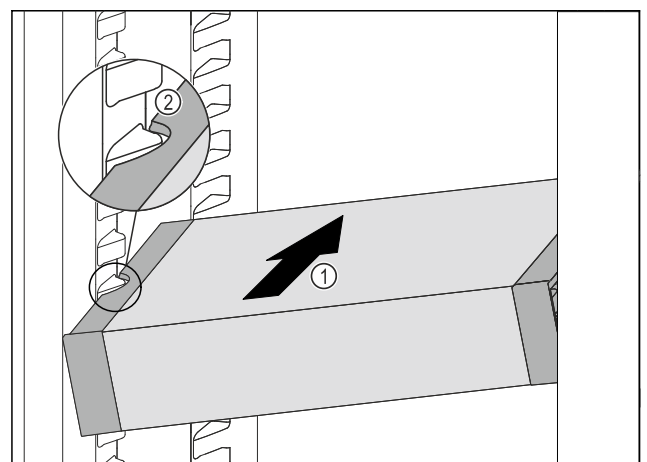

Fig. 114
- Inserire VarioSafe ad angolo nel vano frigorifero Fig. 114 (1), fino a quando le cavità laterali Fig. 114 (2) di VarioSafe non si trovano al livello della nervatura del contenitore nel vano frigorifero.